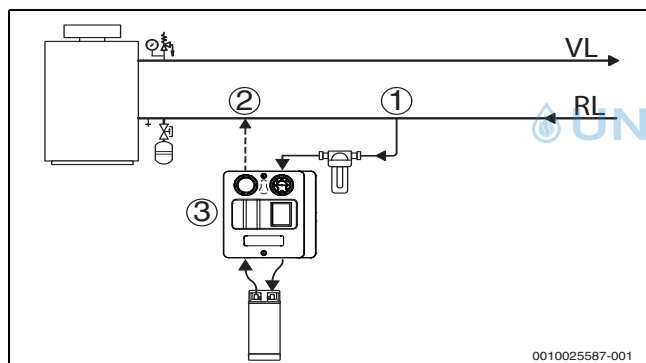
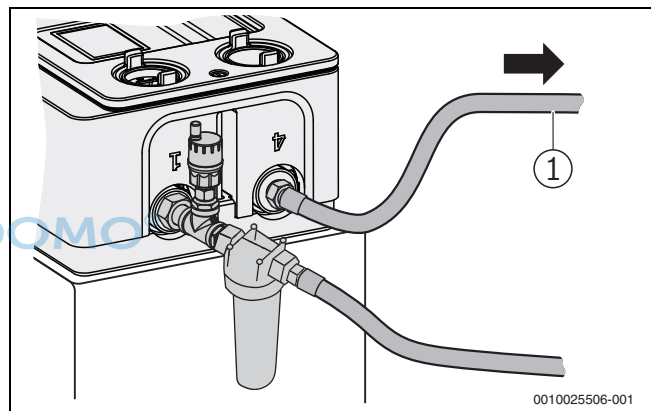

Bild 6 Anschlussschema Bypassentsalzungsmodul
Bild 8 Wasserfilter und Rücklauf anschließen
Das Modul wird gemäß Anschlussschema (→Bild 6) und den folgenden Vorgaben in die Heizungsanlage integriert:
Das Modul wird gemäß Anschlussschema (→ Bild 6) und den folgenden Vorgaben in die Heizungsanlage integriert:
- ▶ Wasserfilter mit Automatik-Entlüfter an das Modul (Anschluss 1) anschließen. Dichtungen verwenden. (→ Bild 8)
- ▶ Ersten Anschlussschlauch an den Filtereingang anschließen (Dichtung verwenden), jedoch nicht mit der Heizungsanlage verbinden. Offenes Ende in die Nähe des Bodenablaufs oder gegebenenfalls in ein Auffanggefäß oder in die zweite Transport-Box legen. (→ Bild 8)
- ▶ Zweiten Anschlussschlauch zur Rückführung des Heizwassers am Modul (Anschluss 4; → Bild 8) anschließen und mit der Heizungsanlage verbinden (→ Bild 6). Dichtungen verwenden.